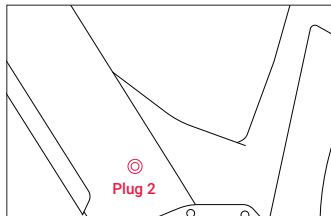

Abbildung 2
Schritt 3: Entfernen Sie die Gummikappe am Ladeanschluss und stecken Sie den DC-Stecker (Stecker 2) des Ladegeräts in den Akkuladeanschluss (Abb. 2).